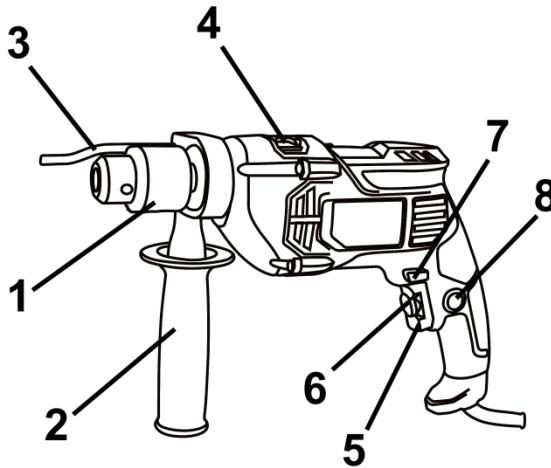

Рисунок 1
Перемикач режимів роботи виробу здійснюється переведенням перемикача (4) (див. рисунок 1) з одного крайнього положення в інше в сторону відповідного символу режиму роботи:
- ударно-обертальний режим - перемикач (4) повинен бути переведеним до упору убік символу
- обертальний режим - перемикач (4) повинен бути переведеним до упору убік символу
4.2 Виберіть необхідний режим роботи виробу за допомогою перемикача (4) (див. рисунок 1).
Перемикання режимів роботи виробу здійснюється переведенням перемикача (4, рисунок 1) з одного крайнього положення в інше в сторону відповідного символу режиму роботи: